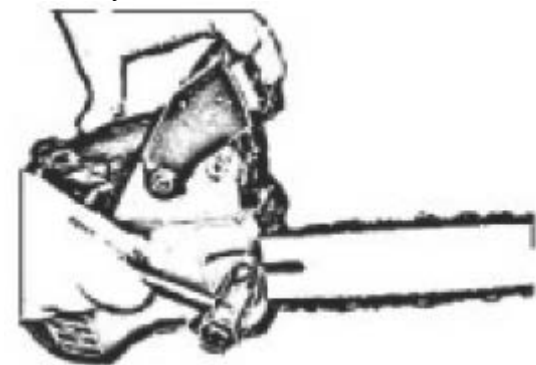

Рис. 6.
2. Удерживая рычаг тормоза цепи в верхнем положении, надежно затяните гайку, используя кольцевой гаечный ключ, который входит в комплектацию. (Рис. 6)